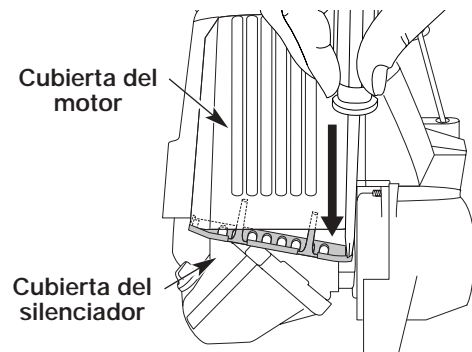

Fig. 27
1. Retire la cubierta del silenciador presionando la esquina con un destornillador de vástago plano (Fig. 27). Deslice las muescas a los lados de la cubierta del silenciador sobre las orejetas de la cubierta del motor y retire.
13. Vuelva a colocar la cubierta del silenciador. Coloque las orejetas largas de la cubierta del silenciador en la cubierta del motor. Deslice las muescas a los lados de la cubierta del silenciador sobre las orejetas de la cubierta del motor y enganche en su lugar (Fig. 27).